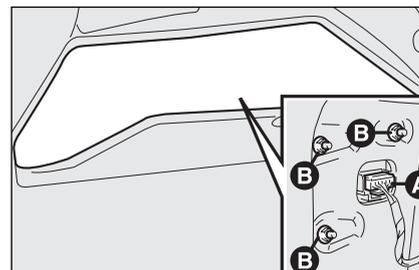

fig. 30
- dall'interno del bagagliaio, sfilare il connettore **A-fig. 30**, svitare i 3 dadi **B** servendosi della prolunga (dove prevista) utilizzata per avvitare i bulloni ruota (fornita in dotazione con il contenitore attrezzi) ed estrarre il gruppo ottico.